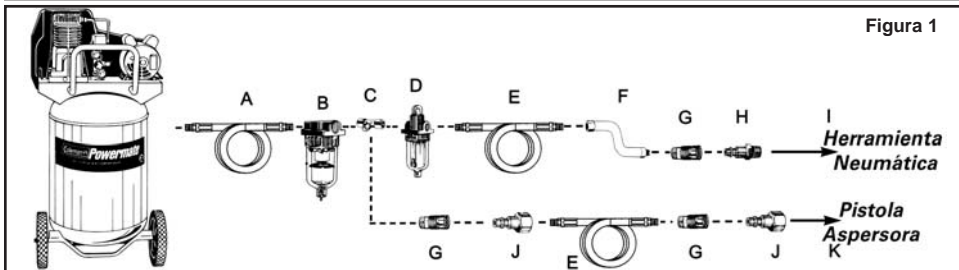

Figura 1
1. Como práctica estándar, drene el agua del tanque del compresor de aire y las tuberías de aire antes de utilizar la herramienta cada día (consulte el manual del usuario del compresor para obtener instrucciones detalladas). **NOTA: En caso de no instalar equipos adecuados de eliminación de aceite/agua, podrá dañar la pistola aspersora o la pieza de trabajo (ver Figura 1).**